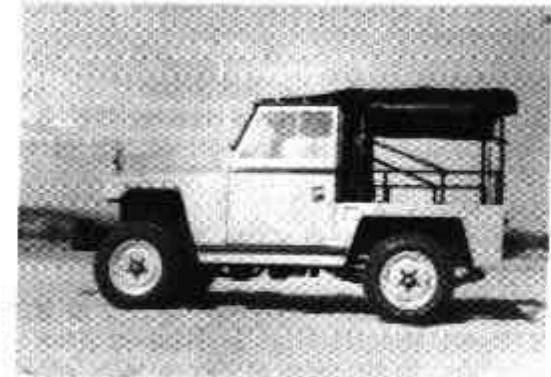

Fig. 54.
3.8.1. VEHICULO CON TOLDO RECOGIDO (fig. 54).